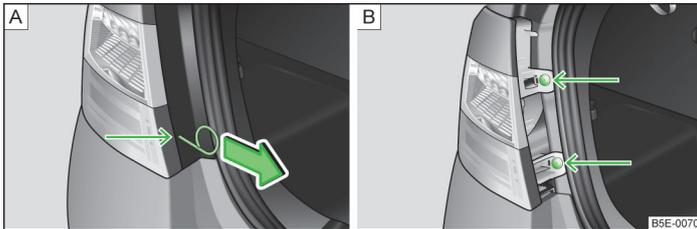

Abb. 229 Abdeckung / Leuchte ausbauen
- Den Bügel zum Abziehen der Radvollblenden » Seite 244, Bordwerkzeug in die Bohrung an der mit dem Pfeil gekennzeichneten Stelle » Abb. 229 - [A] stecken.
- Die Abdeckung in Pfeilrichtung » Abb. 229 - [A] abziehen.
- Die Leuchte mit dem Schlüssel aus dem Bordwerkzeug abschrauben » Abb. 229 - [B].